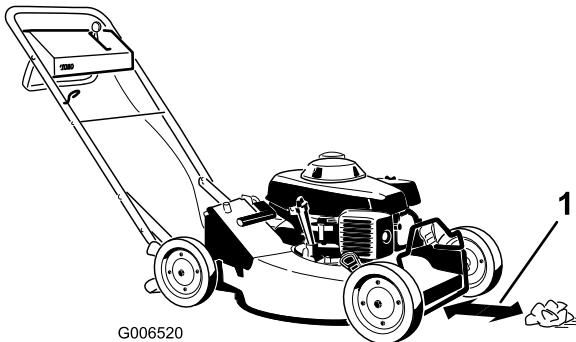

Figure 16
6. Placez une boule de papier journal à 12,7 cm devant la tondeuse (Figure 16).
- Placez une boule de papier journal à 12,7 cm (5") devant la tondeuse (Figure 16).